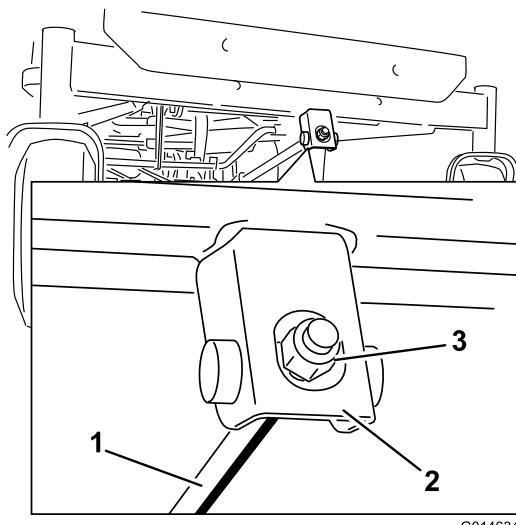

Bild 57
6. Drehen Sie für das Einstellen der Schnittmesserneigung in Längsrichtung die Einstellmutter vorne am Mähwerk (Bild 57).